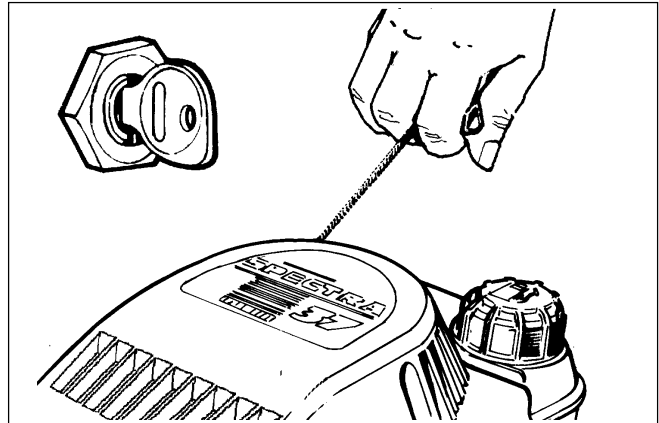

Fig. 2-2
- Saisir la poignée (fig. 2.2) du démarreur et tirer lentement la corde jusqu'à ce qu'on rencontre une légère résistance, laisser la corde se réenrouler lentement, puis tirer d'un coup sec. Relâcher lentement la corde vers le lanceur.
- Saisir la poignée du lanceur (fig. 2.2) et tirer lentement la corde jusqu'à ce qu'on rencontre une légère résistance. Laisser la corde se réenrouler lentement, puis tirer d'un coup sec. Relâcher lentement la corde vers le démarreur.
DEMARREUR ELECTRIQUE (fig. 2.2)